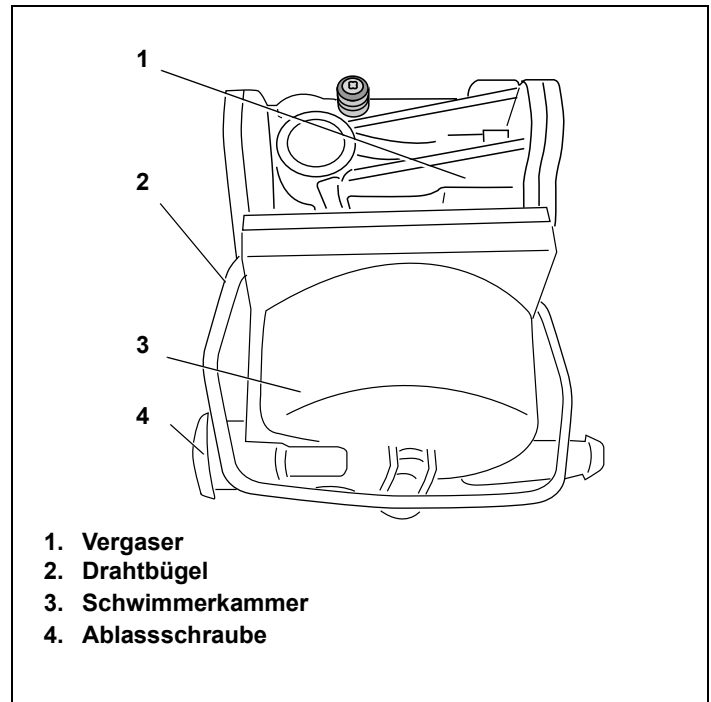

Abbildung 24. Vergaser der Serie 7
2. Die Ablassschraube herausdrehen. Siehe Abbildung 24.